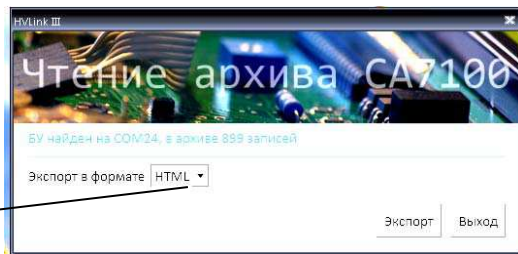

Рисунок 9.4
3) Запустить программу "Чтение архива БУ", щелкнув на соответствующем ярлыке  на Рабочем столе компьютера, на экране ПК появится диалоговое окно (рисунок 9.4) и с этого момента начнется функционирование программы.
4) Из списка (поз.1, рисунок 9.4) выбрать формат файла результатов (MS Word, MS Excel или HTML).